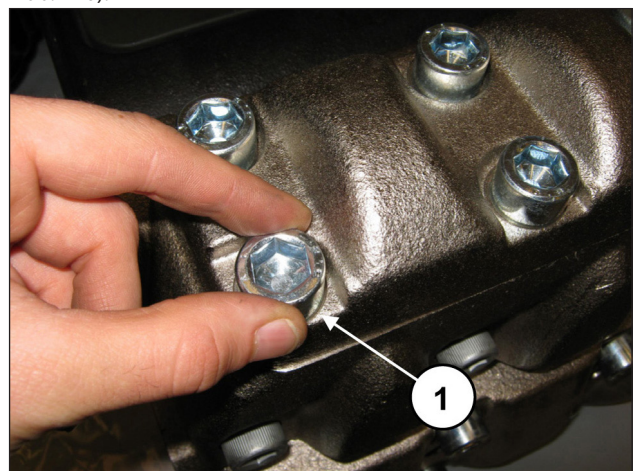
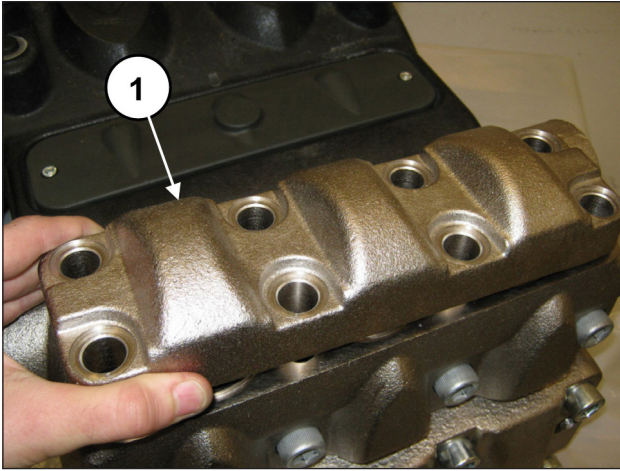

Abb. 139
Abb. 140
Lösen Sie die 8 Schrauben M16x45 des Druckventildeckels (Pos. ①, Abb. 139) und nehmen Sie den Deckel ab (Pos. ①, Abb. 140).